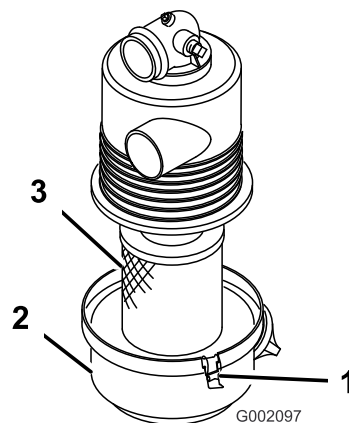

Figura 24
2. Verifique se existe algum dano no filtro de ar que possa provocar uma fuga de ar. Certifique-se de que a cobertura do filtro de ar se encontra corretamente colocada no respetivo corpo (Figura 24).
3. Liberte os trincos que fixam a cobertura do filtro de ar à respetiva caixa (Figura 24).
4. Separe a cobertura do filtro de ar da caixa e limpe o interior da cobertura (Figura 24).